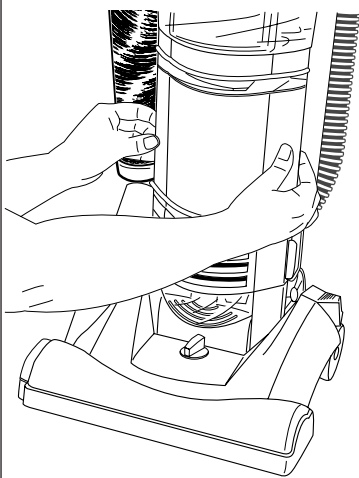

FIG. 12
Step 2: Grasp dust cup with both hands and pull out (FIG. 12).
Étape 2 : Saisissez le collecteur à poussière avec les deux mains et retirez-le (FIG. 12).
Paso 2: Tome el recipiente para polvo con ambas manos y jálelo hacia afuera (FIG. 12).